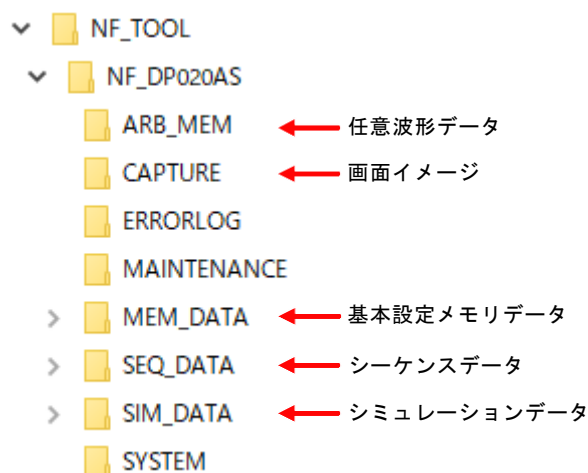

図 4-23 USB メモリのフォルダ構成
USB メモリのルートフォルダには **図 4-23** のフォルダがあるものとします。ない場合は，USB メモリを本製品に接続した時に，自動的に作成されます。
- 図 4-23 の ERRORLOG フォルダ、MAINTENANCE フォルダ、SYSTEM フォルダはユーザが使用するフォルダではありません。本製品のファームウェアアップデートなどに使用しますので、これらのフォルダやフォルダ内のファイルを消去しないでください。